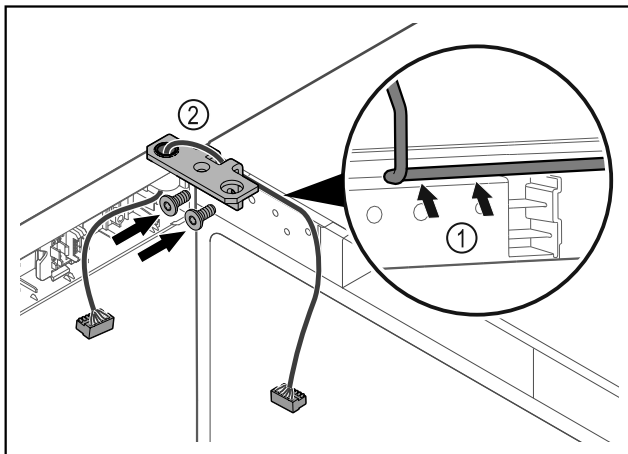

Fig. 44
- ▶ Pasar el cable por la escotadura de la escuadra de bisagra y tenderlo con cuidado Fig. 44 (1).
- ▶ Atornillar la escuadra de bisagra Fig. 44 (2).